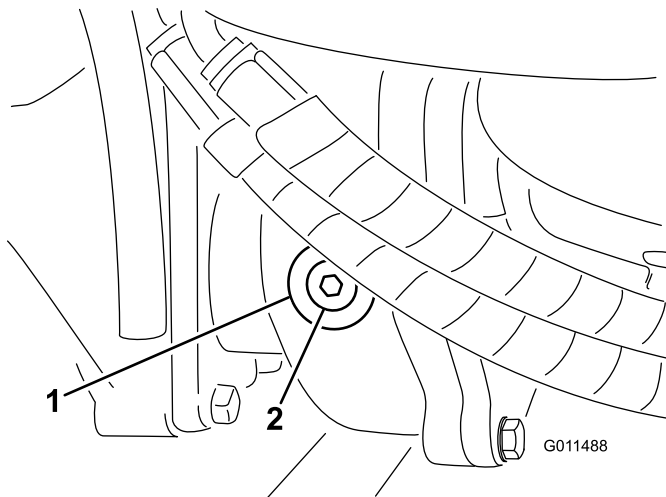

Figure 64
2. Enlevez le bouchon de contrôle/remplissage du côté gauche du boîtier d'engrenages et vérifiez que le lubrifiant atteint la base de l'orifice (Figure 64).